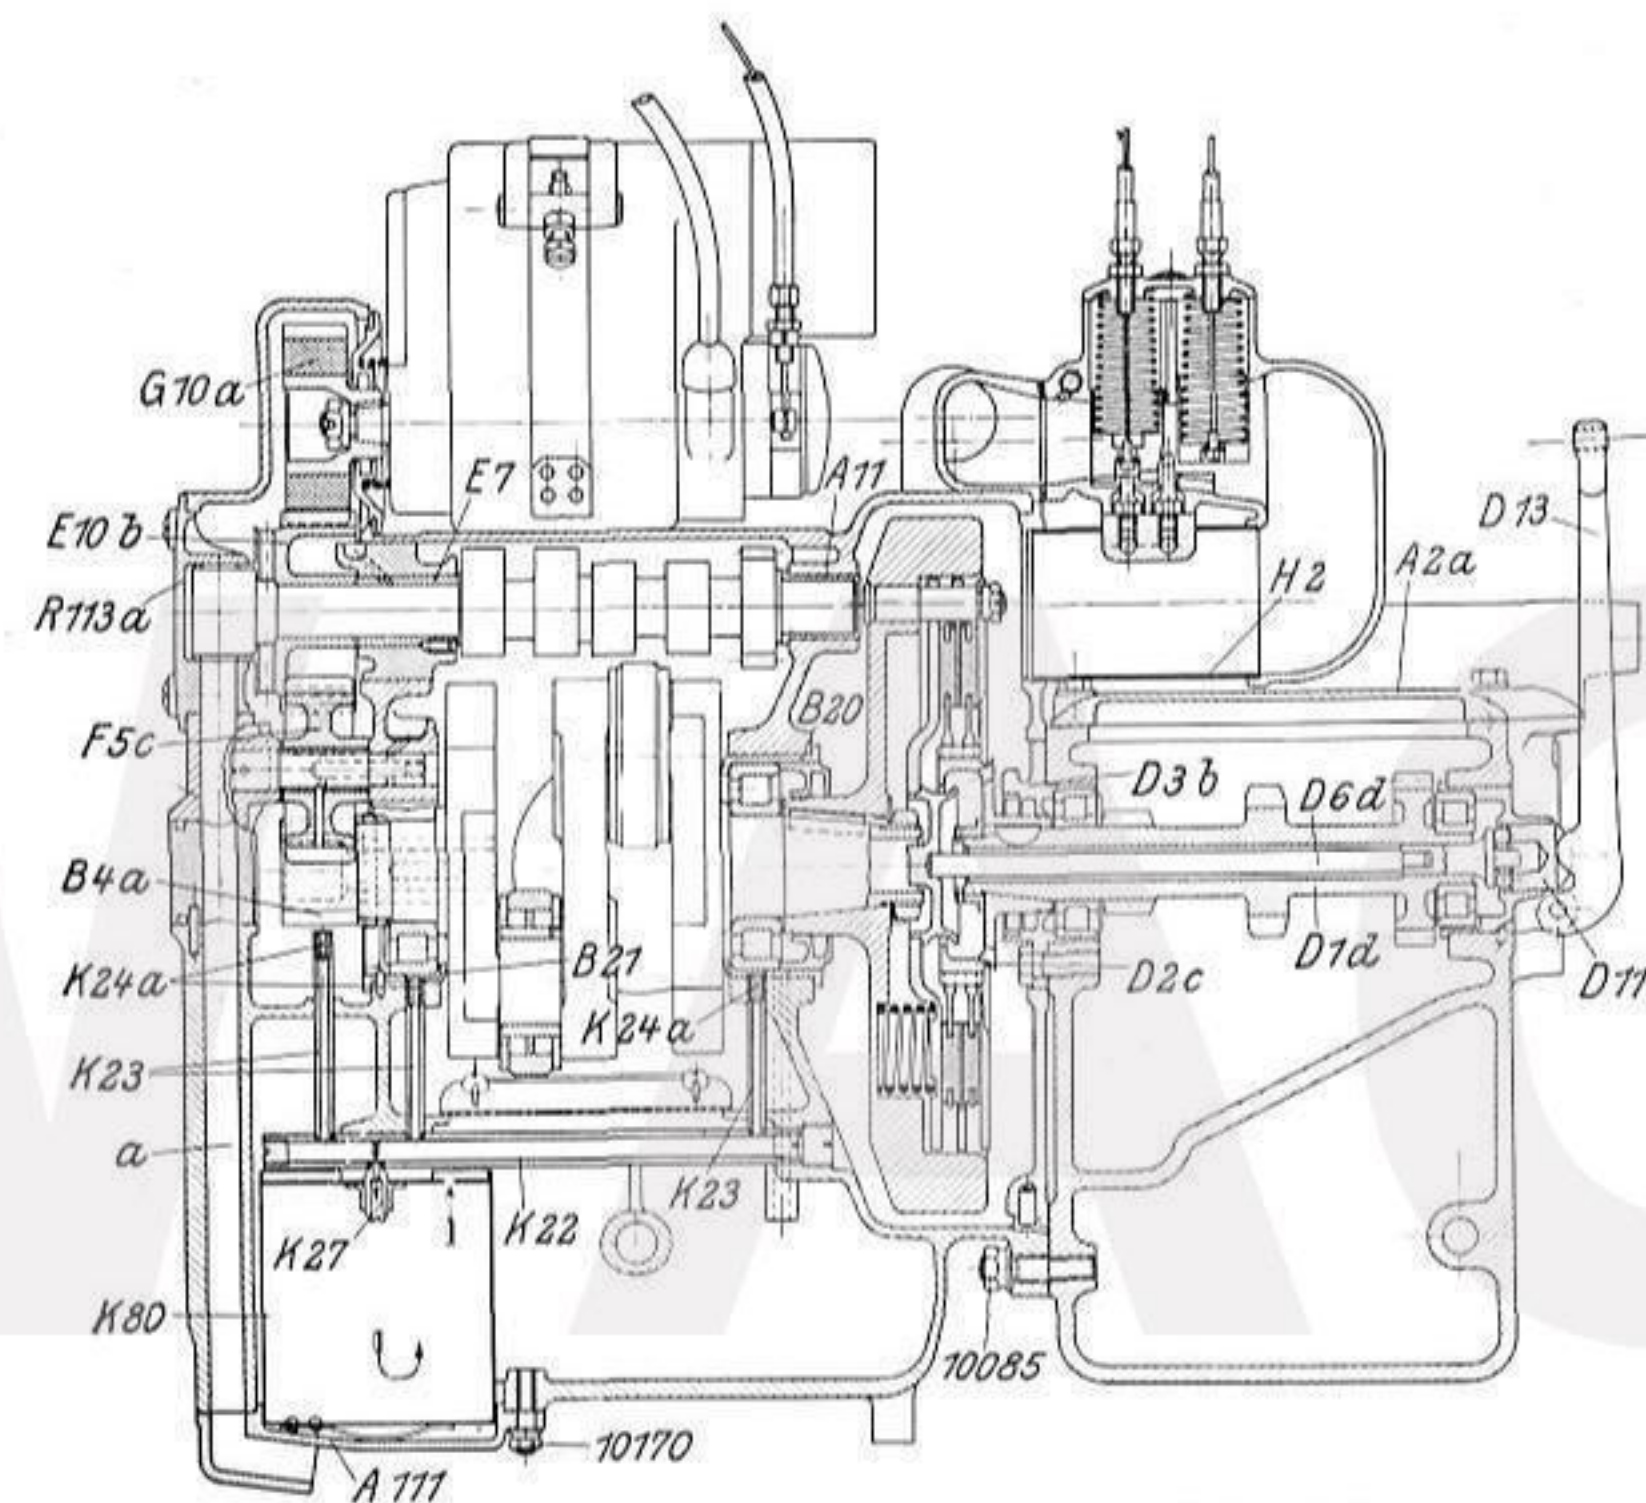

Abb. 12 Längsschnitt durch Motor und Getriebe
Vor Abnahme des Motorgehäuse-Oberteiles muß das Getriebe durch Lösen der drei Befestigungsmuttern 10085 unten in der Mitte und oben zu jeder Seite und Herausziehen der Kopfschrauben 10998 A entfernt werden (Abb. 12 und 15).
6. Entlüftung: Die Entlüftung erfolgt durch den mit dem Stirnrad **E 10b** der Steuerwelle **E 1b** aus einem Stück bestehenden Drehschieber (Abb. 12). Beim Einwärtsgehen der Kolben gelangt die im Motorgehäuse verdichtete Luft durch diesen und den Deckel **R 113a** in die eingegossene Leitung **a** des Gehäuses und den Deckel **A 111** ins Freie. Auf diese Art wird im Motorgehäuse immer ein geringer Unterdruck erzeugt, der ein Austreten von Öl an den Trennfugen des Gehäuses wirksam verhindert.
rad **K 7a** von der Schnecke auf der Steuerwelle **E 1b** angetrieben wird. Das Öl wird durch eine Bohrung im Deckel **K 3** in das Steigrohr **K 21** gedrückt und gelangt in das Ölverteilungsrohr **K 22** (Abb. 12) und von hier durch die senkrechten Ölrohre **K 23** und die kalibrierten Oldüsen **K 24a**, zu den Lagerbüchsen **B 20** und **B 21** zur Schmierung der Kurbelwellenrollenlager. Ein Teil des Oles gelangt in die Verteilerrinnen der Lagerbüchsen, von wo es dann durch die hohlgebohrten Hubzapfen der Kurbelwelle den Pleuellagern zugeführt wird. Die Schmierung der Kolben und Kolbenbolzen erfolgt durch das von der Kurbelwelle gegen die Zylinderwandungen geschleuderte Öl. Das vordere senkrechte Ölrohr **K 23** sorgt für die Schmierung des Antriebsrades **B 4a** auf der Kurbelwelle, wodurch wieder das Zwischenrad **F 5c**, Stirnrad **E 10b** und somit die Lagerbüchsen **E 7** und **A 11** zur Steuerwelle reichlich Öl erhalten. Ein Teil des Oles wird von der Ölpumpe durch Steigrohr **K 21**,
Der Betätigungshebel für die Kupplung befindet sich am Ende des linken Lenkergriffes (Abb. 34) und wirkt durch einen Bowdenzug auf den am Getriebeende befindlichen Kupplungshebel **D 13** (Abb. 12 und 15). Das Ausrücken der Kupplung und somit Unterbrechung der Kraftübertragung auf das Getriebe erfolgt durch Anziehen des Betätigungshebels am Lenker, wodurch der Druckteller **L 2b** von den Kupplungsplatten **L 20a** durch die Druckstange **D 6d** abgehoben wird.
Während der Einfahrzeit wird häufiger Ölwechsel für den Motor dringend empfohlen. Alle 500 km ist das Öl aus dem Motorgehäuse vollständig abzulassen, der Ölfilter K 80 (Abb. 12) durch Lösen der sechs Muttern 10170 und Entfernen des Deckels A 111 herauszunehmen, das Gehäuse mit Petroleum durchzuspülen und durch Nachspülen mit etwas Öl das Petroleum wieder zu entfernen. Ölfilter keinesfalls mit Benzin oder Petroleum reinigen! Nach dem Einbau des Ölfilters neues Öl nur durch ein engmaschiges Sieb auffüllen. Den Ölstand im Motor alle 400 km kontrollieren und bis zur oberen Ringmarke des Tauchstabes nachfüllen. Nach der Einfahrzeit ist das Öl alle 3000 km abzulassen und zu erneuern. (s. Abb. Tafel 1 und 2). Der Ölfilter wird nach 12000-15000 km unbrauchbar und ist dann zu erneuern.